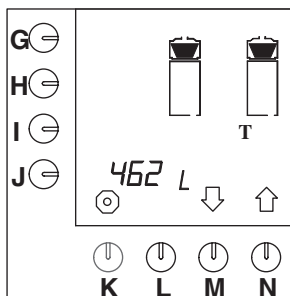

Fig. 28 Tellefunksjon totalt for kaffetraktesystemet
- Totaltelleren vises på displayet. Den totale kaffemengde, som er produsert i løpet av maskinens levetid, kan avleses fra displayet (fig. 28).